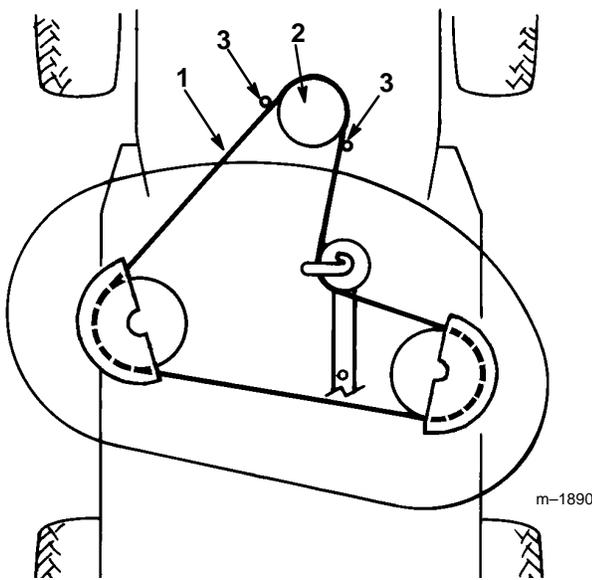

Figure 41
- Retirer la courroie de tondeuse de la poulie moteur inférieure (Fig. 41). En procédant prudemment, il est possible d'écartier les guide-courroie de la poulie juste assez pour enlever la courroie. Si c'est trop difficile, desserrer les boulons et écrous de fixation des guide-courroie.
- Passer la courroie de tondeuse sur la poulie moteur inférieure (Fig. 41). En procédant prudemment, il est possible d'écartier les guide-courroie de la poulie juste assez pour passer la courroie. Si c'est trop difficile, desserrer les boulons et écrous de fixation des guide-courroie.